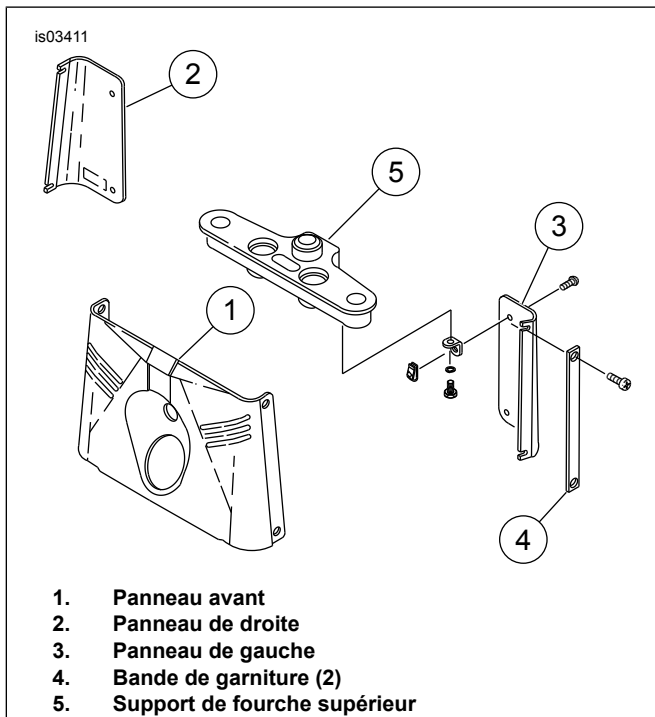

Figure 2. Panneaux de fourche avant
- Voir Figure 2. Retirer les vis qui attachent les bandes de garniture (4), les panneaux latéraux arrière (2, 3) et le panneau avant (1) en position. Retirer les panneaux. Pour retirer les panneaux, retirer avec soin les colliers d'acheminement de conduite de frein du panneau arrière droit. **Ne pas** ouvrir la conduite de frein.